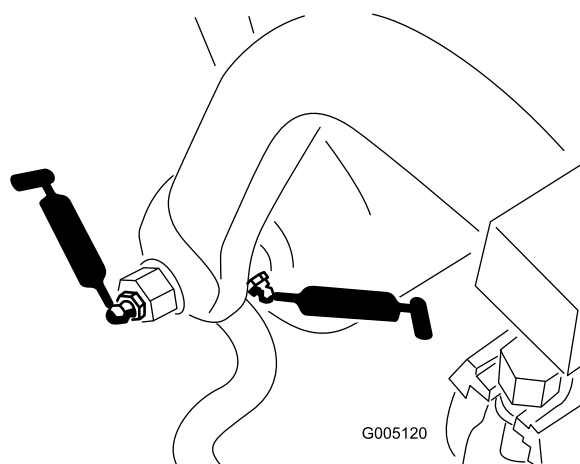

Figure 27
- Axe et rouleau de bâti de traction (12) (Figure 27)